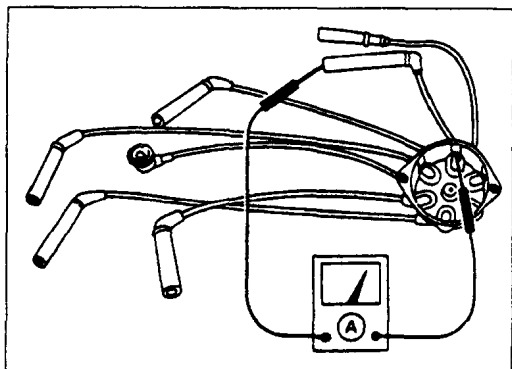

图 1-26
(1) 检查高压线有无裂纹、损伤、触点烧坏、连接是否正确。
(2) 测量高压线电阻, 摇动高压线检查有无间歇断路, 电阻小于 $30 \text{ k}\Omega$ 。若接触不良, 应更换点火高压线, 见图 1-26。